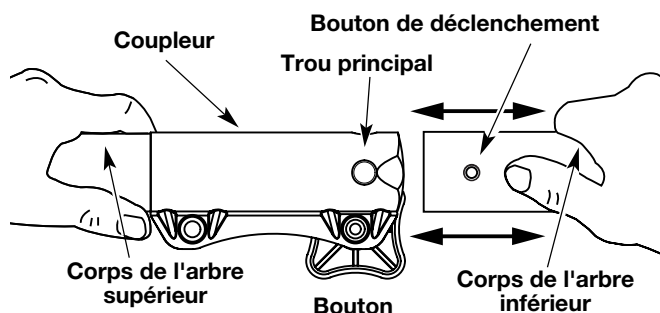

Fig. 2
3. En tenant fermement le logement de l'arbre supérieur, faites sortir l'accessoire du turbo-soufflante du coupleur en tirant (Fig. 2).
3. Tenez fermement l'accessoire et enfoncez-le tout droit dans le coupleur (Fig. 2).
MISE EN GARDE : verrouillez le bouton de déclenchement dans le trou principal (Fig. 2) et vissez bien le bouton avant de faire marcher l'appareil.